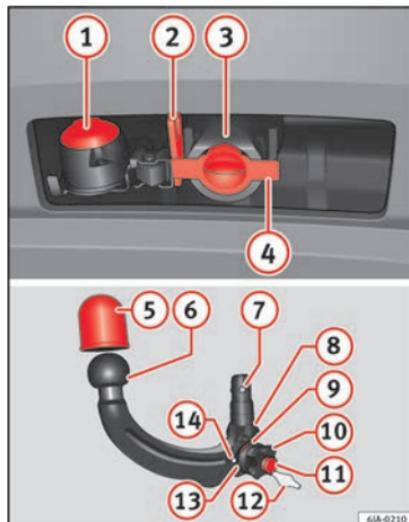

Fig. 195 Soporte del dispositivo de enganche para remolque/barra de cabeza esférica.
Leyenda de la » fig. 195
- Retire el tapón del orificio del casquillo de sujeción ④ » fig. 195 tirando hacia abajo.
- Coloque el tapón del orificio del casquillo de sujeción **4** »» fig. 195.